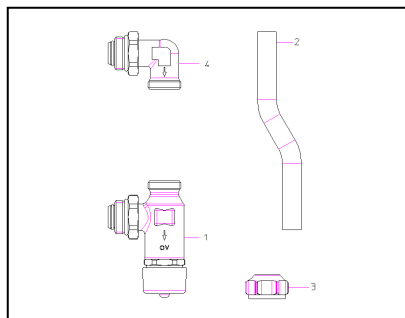

рис.5.1 Комплект поставки
- Угольник (часть 4, рис. 5.1) вкрутить в подающую балку.
- Корпус (часть 1, рис. 5.1) вкрутить в обратную балку.
- Присоединительный набор (резьбовые соединения) (часть 3, рис. 5.1) надеть на концы трубки (часть 2, рис. 5.1).